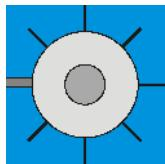

Fig. 4 Support du pendule de torsion avec échelle, vue du dessus.
- En tournant le support de la suspension supérieure, tourner le renfort longitudinal par petits pas, jusqu'à ce qu'il touche la vitre. Une échelle à graduations de 45° peut servir d'aide : elle est posée autour du support sur le boîtier (cf. Fig. 4).
ce qu'il touche la vitre. Une échelle à graduations de 45° peut servir d'aide : elle est posée autour du support sur le boîtier (cf. Fig. 4).